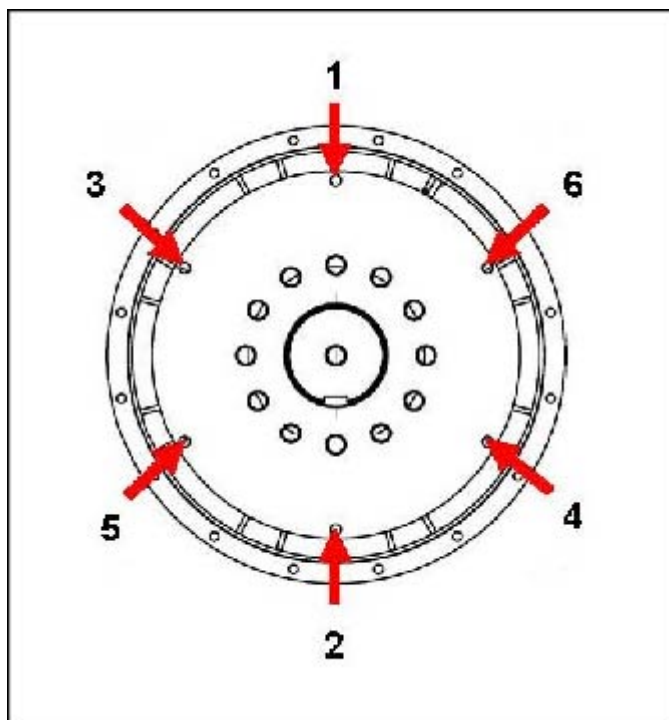

FIGURA 25. SECUENCIA DE FIJACIÓN AL VOLANTE
10. Apriete los pernos para fijar el disco de acoplamiento al volante, en la secuencia que se muestra en Figura 25 en la página 47